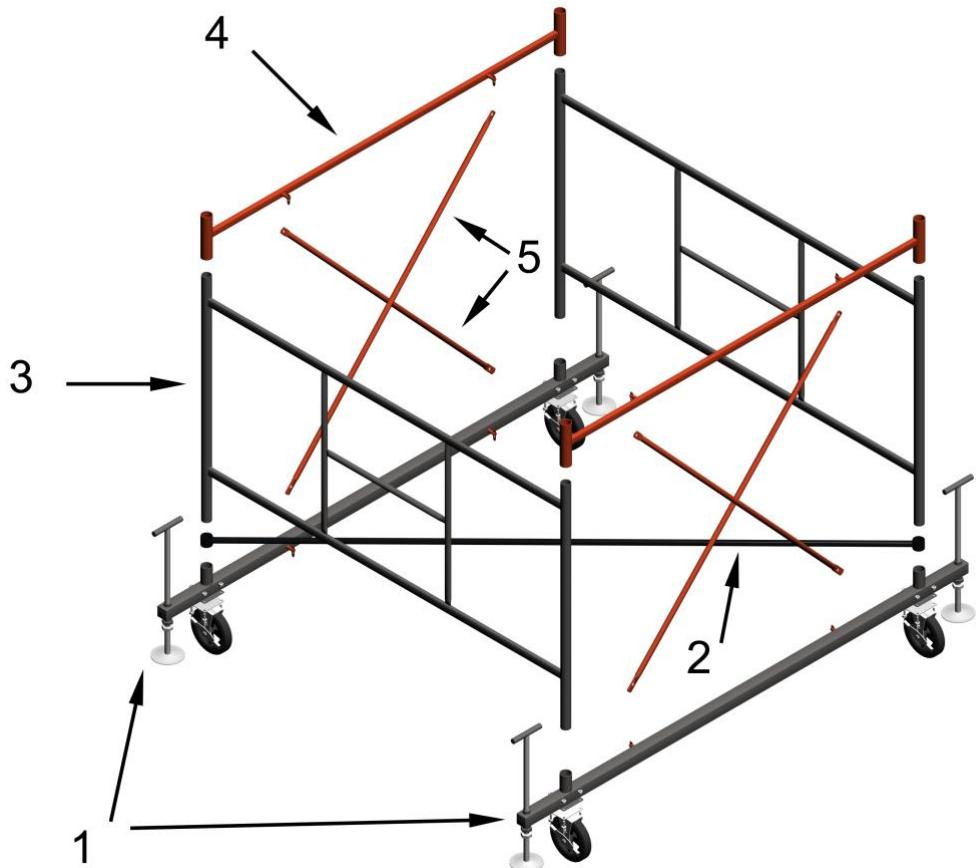

рис.2
- 3.6. Используя флагковые замки, соединить гантели (4) и базы (1) стяжками (5) (рис.2).